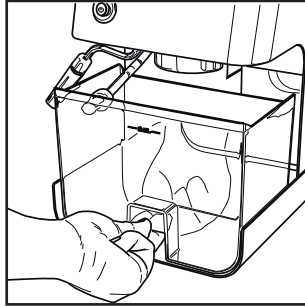

Fig.2
- (Fig.2) - Enlever et vider le réservoir à eau.
- (Fig.2 - 3) - Une fois la solution détartrante terminée, extraire le réservoir à eau, rincer et le remplir avec de l'eau fraîche potable.